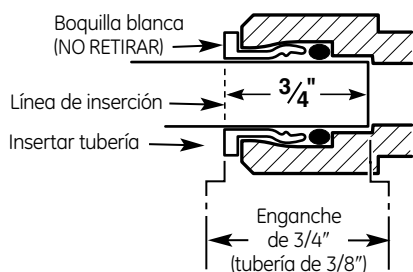

Fig. 9
4. Empuje la tubería firmemente hacia cada conexión en el recolector hasta que la tubería esté nivelado con el collar. (Si se retira la tubería, vuelva a cortar el extremo, mida, marque y vuelva a insertar). La tubería debe estar firmemente insertada para evitar fugas (Fig. 9). **(Para retirar la tubería: Libere y sostenga la boquilla blanca; hale la tubería hacia fuera para retirar.)**